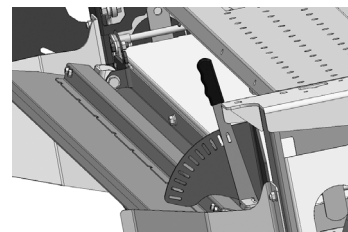

Figure 5
5) **Center Baffle Position.** See Figure 5